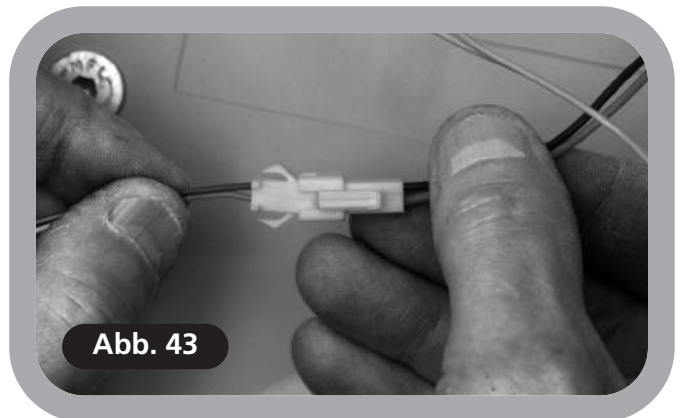

Abb. 43
- 2 Stellen Sie die oberen Kabelverbindungen wie folgt her (**Abb. 43**):